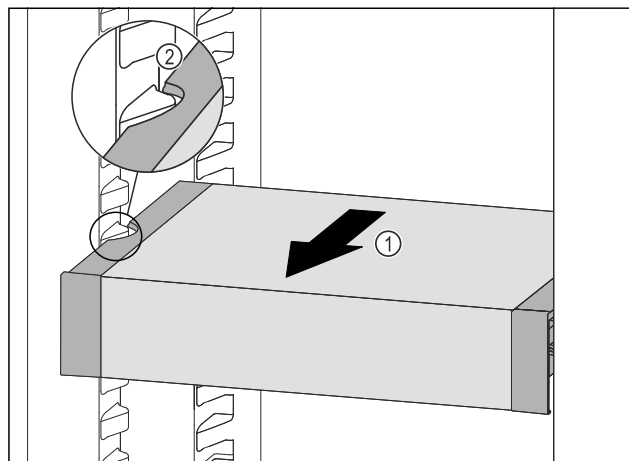

Fig. 150
- Táhněte VarioSafe dopředu Fig. 150 (1), dokud nebudou boční vybrání VarioSafe na úrovni žebrování na nádoby v chladničce. Fig. 150 (2)